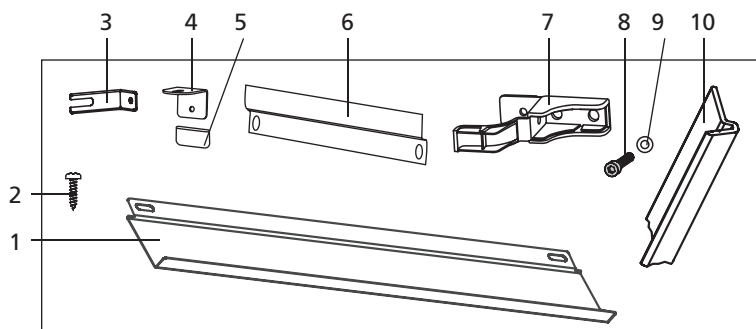

Figura 2 — Setul de piese de montaj
1.3 Setul de livrare include: piese componente (vezi figura 1) și setul de piese de montaj (vezi figura 2).
3.2.2 Pentru a fixa frigiderul se folosesc piesele pentru montare din setul de livrare, în conformitate cu figura 2.